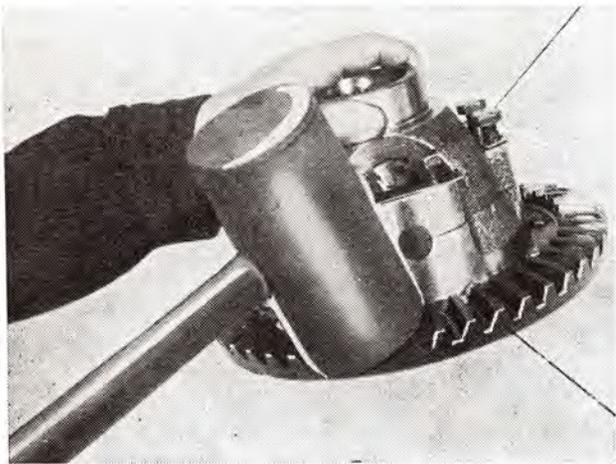

Abb. 74
3. Der Umfang des Tellerrades ist mit einem Schlägel aus weichem Material (Abb. 74) (Bronze, Aluminium, Gummi) zu beklopfen und beide Teile des Ausgleichsgetriebekörpers sind auseinanderzubauen.